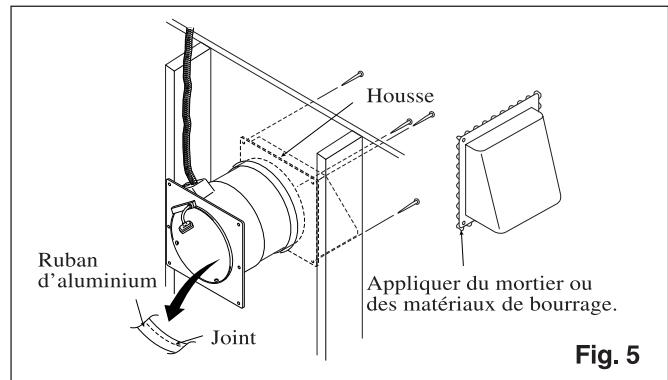

Fig. 5
7. Introduire de l'extérieur la housse fournie en accessoire pour recouvrir la traversée la fixer avec quatre vis ou clous. Recouvrir le joint entre la traversée de mur et la housse à l'aide d'un ruban d'aluminium et appliquer du mortier ou des matériaux de bourrage autour de la bride de housse afin d'éviter la pénétration de la pluie. (Fig. 5)